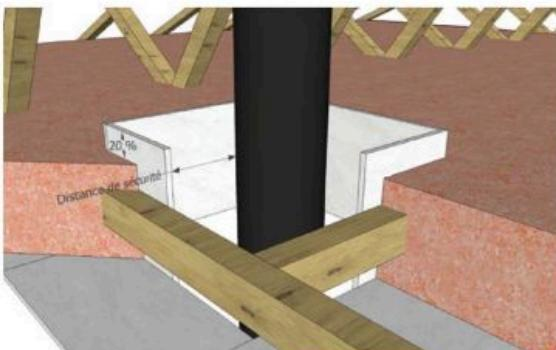

Figure 1 – Distance de sécurité autour d'un conduit de fumée
- Traitement des conduits de fumée (cf. figure 1) ;